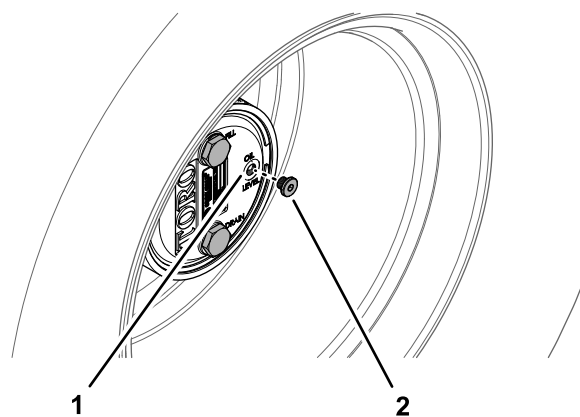

Рисунок 104
2. Снимите пробку контрольного отверстия, расположенную в положении «3 часа» (Рисунок 104).